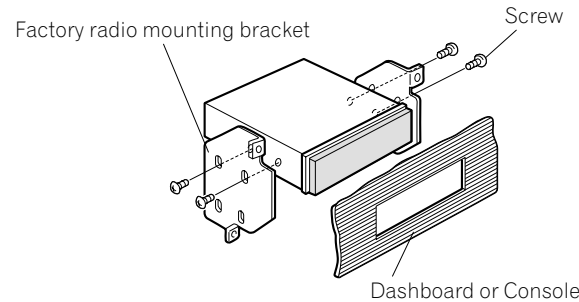

Fig. 14
#### Installation using the screw holes on the side of the unit (Fig. 12) (Fig. 13) (Fig. 14)
##### 2 Fastening the unit to the factory radio mounting bracket. (Fig. 13) (Fig. 14)
- #### Installation en utilisant les trous de vis sur les côtés de l'appareil (Fig. 12) (Fig. 13) (Fig. 14)